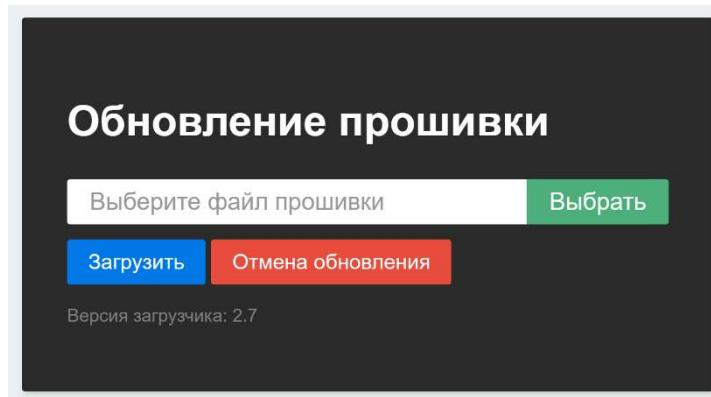

Рис. 8 Окно обновления прошивки
6.6.2. Через некоторое время автоматически откроется окно «Обновление прошивки», представленное на Рис. 8.